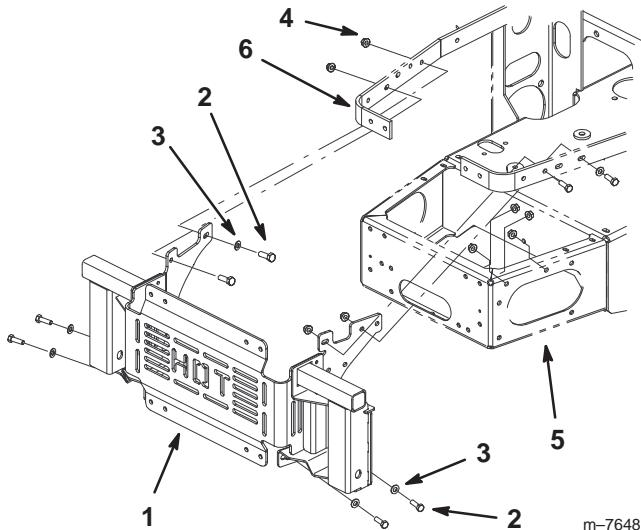

Figure 7
2. Montez le support du bac de ramassage, sans le serrer, à l'arrière du pare-chocs arrière et sur les barrettes de protection du moteur à l'aide de 8 boulons (5/16 x 1 pouce), 6 rondelles plates (5/16 pouce) et 8 écrous à collerette (5/16 pouce) (Fig. 7).